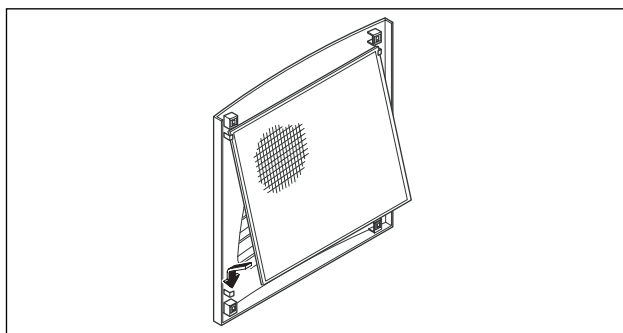

Imagen 34: Montaje de la estera filtrante
- Introduzca la estera filtrante, según se muestra en la imagen 34, en la rejilla y vuelva a insertarla en la caja.